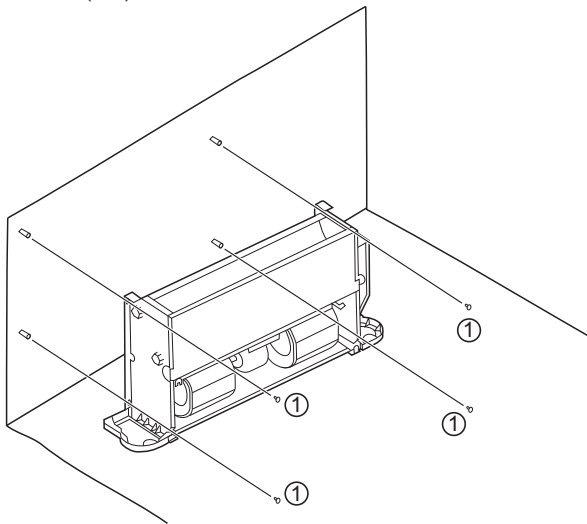

Figura 5-2 Diagrama para fijar el cuerpo de la unidad
Como se muestra en la Figura 5-2, apriete los cuatro tornillos ( ① ) en una estructura de obra adecuada.